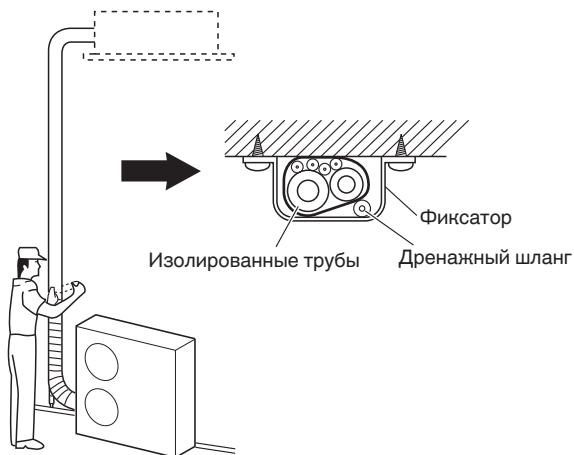

Рис. 5-10
- (1) На данном этапе трубы хладагента (и электрическую проводку, если это разрешено местными правилами) следует обмотать вместе бронелентой в 1 связку. Чтобы предотвратить перелив конденсата через края дренажного поддона, проложите дренажный шланг отдельно от трубопровода хладагента.
- (2) Намотайте бронеленту от нижней части внешнего блока до верхней части трубопровода, где он входит в стену. Во время обматывания трубопровода перекрывайте половину каждого предыдущего витка ленты.
- (3) Прикрепите связку трубопровода к стене, используя по 1 фиксатору приблиз. через каждый метр. (Рис. 5-10)